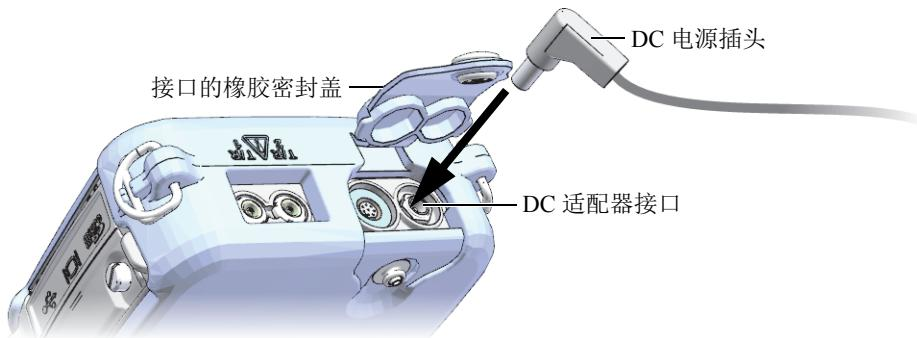

图 2-3 接入 DC 电源插头
2. 在 38DL PLUS 仪器上，打开 38DL PLUS 仪器顶部盖住 DC 适配器接口的橡胶密封盖（参见第 31 页的图 2-3）。
(参见第 31 页的图 2-3)。